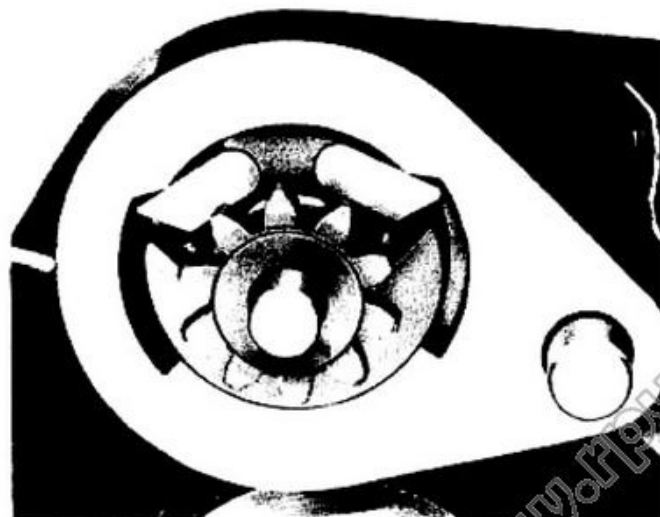

Fig. 89
- il corpo interno del preselettore completo di saltarelli (vedere fig. 89), nottolini e molle;